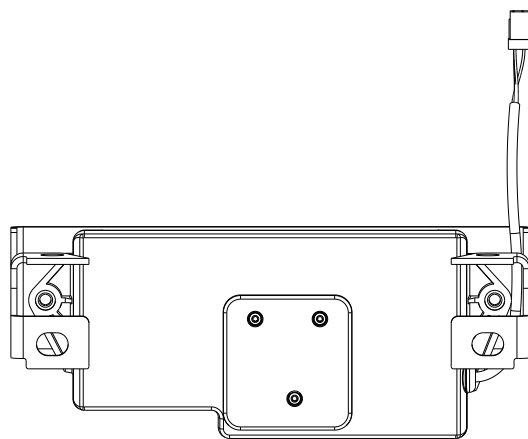

Figure 52 – Câble du module sans fil
- Placer le câble du module sans fil contre le bossage du module sans fil lors de l'installation du module sans fil fourni. Acheminer le câble vers le haut sur le côté gauche du patient (Figure 52).